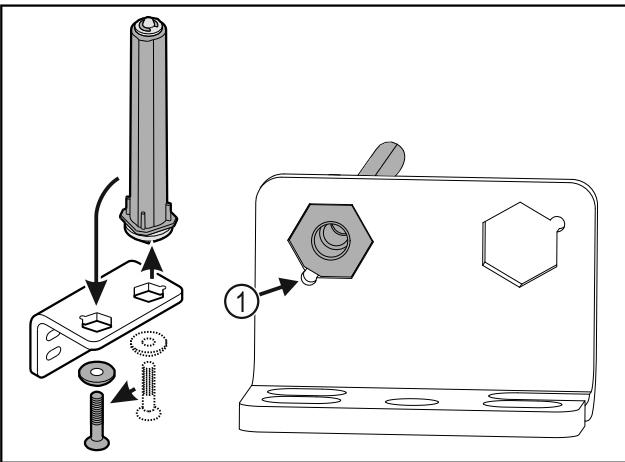

Fig. 37
- ▶ 在安装时请注意，让螺栓斜面 Fig. 37 (1)朝向圆孔。